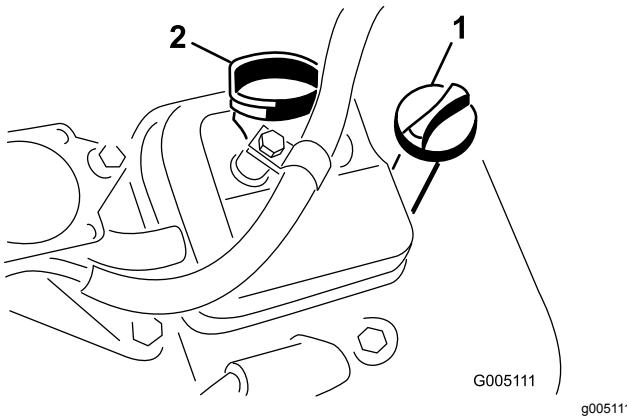

Figura 30
3. Inserite l'asta di livello nel relativo tubo e avvitatela nel tubo (Figura 30).